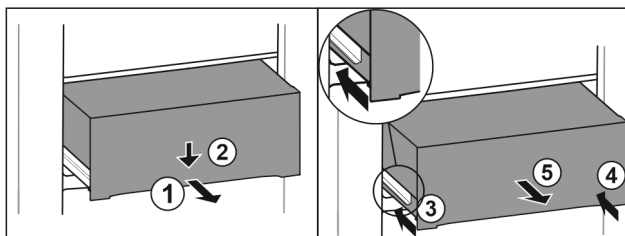

Fig. 64
- Zásuvku napůl vytáhněte. Fig. 64 (1)
- Stlačte zásuvku na přední straně dolů. Fig. 64 (2)
- Zasuňte levou kolejničku přibližně do 2 cm. Fig. 64 (3)
- Zasuňte pravou kolejničku přibližně do 2 cm. Fig. 64 (4)
- Vyjměte zásuvku dopředu. Fig. 64 (5)